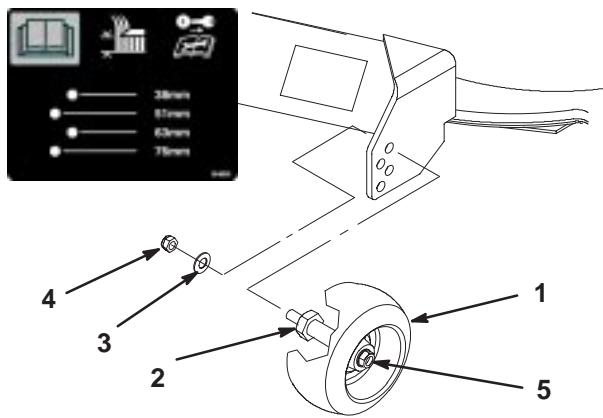

Bild 28
2. Entfernen Sie nach dem Einstellen der Schnitthöhe die Mutter und Scheibe und halten gleichzeitig den Bolzen mit einem Schraubenschlüssel fest (Bild 28).
Hinweis: Entfernen Sie die Radmutter und Scheibe jedoch nicht (Bild 28).
3. Wählen Sie die Lochposition so, dass die Radstelze so nahe wie möglich auf der gewünschten Schnitthöhe steht (Bild 28).
4. Bringen Sie die Bolzenmutter und Scheibe wieder an (Bild 28).